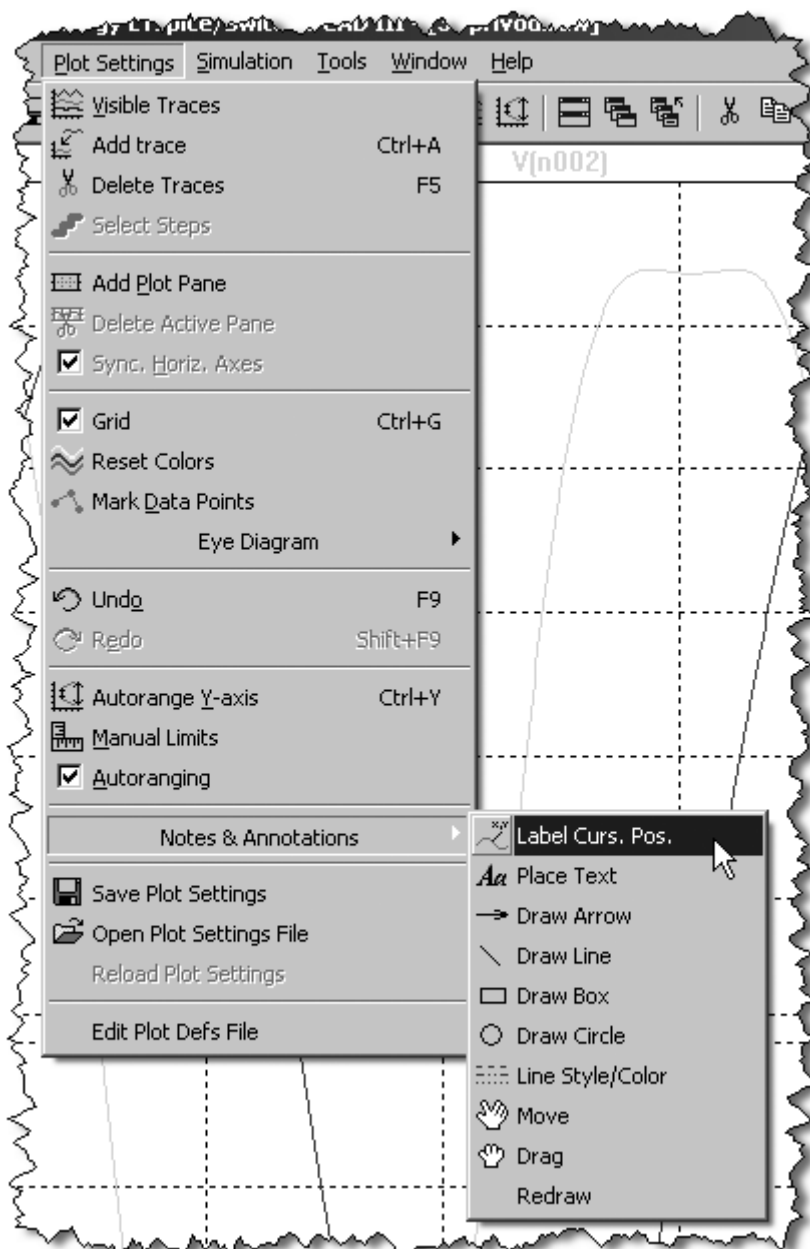

Рис. 6.4. Меню Plot Setting
- **Plot Setting** (Настройки плоттера) — позволяют осуществлять различные установки в окне плоттера (рис. 6.4):